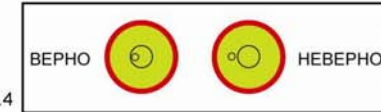

Рис.4
- С помощью ножек отрегулируйте уровень по пузырьку. (Рис.4)